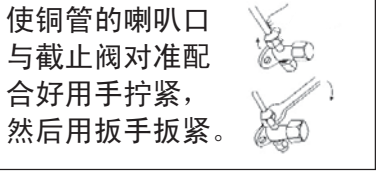

图22
- (2) 将截止阀密封帽拆开。
- (3) 在截止阀与管的喇叭口处涂少许润滑油，然后按图22所示拧紧纳嘴。
- (4) 按图22所示用扳手牢固地将纳嘴扳紧，扭矩力按表（5）规定执行。